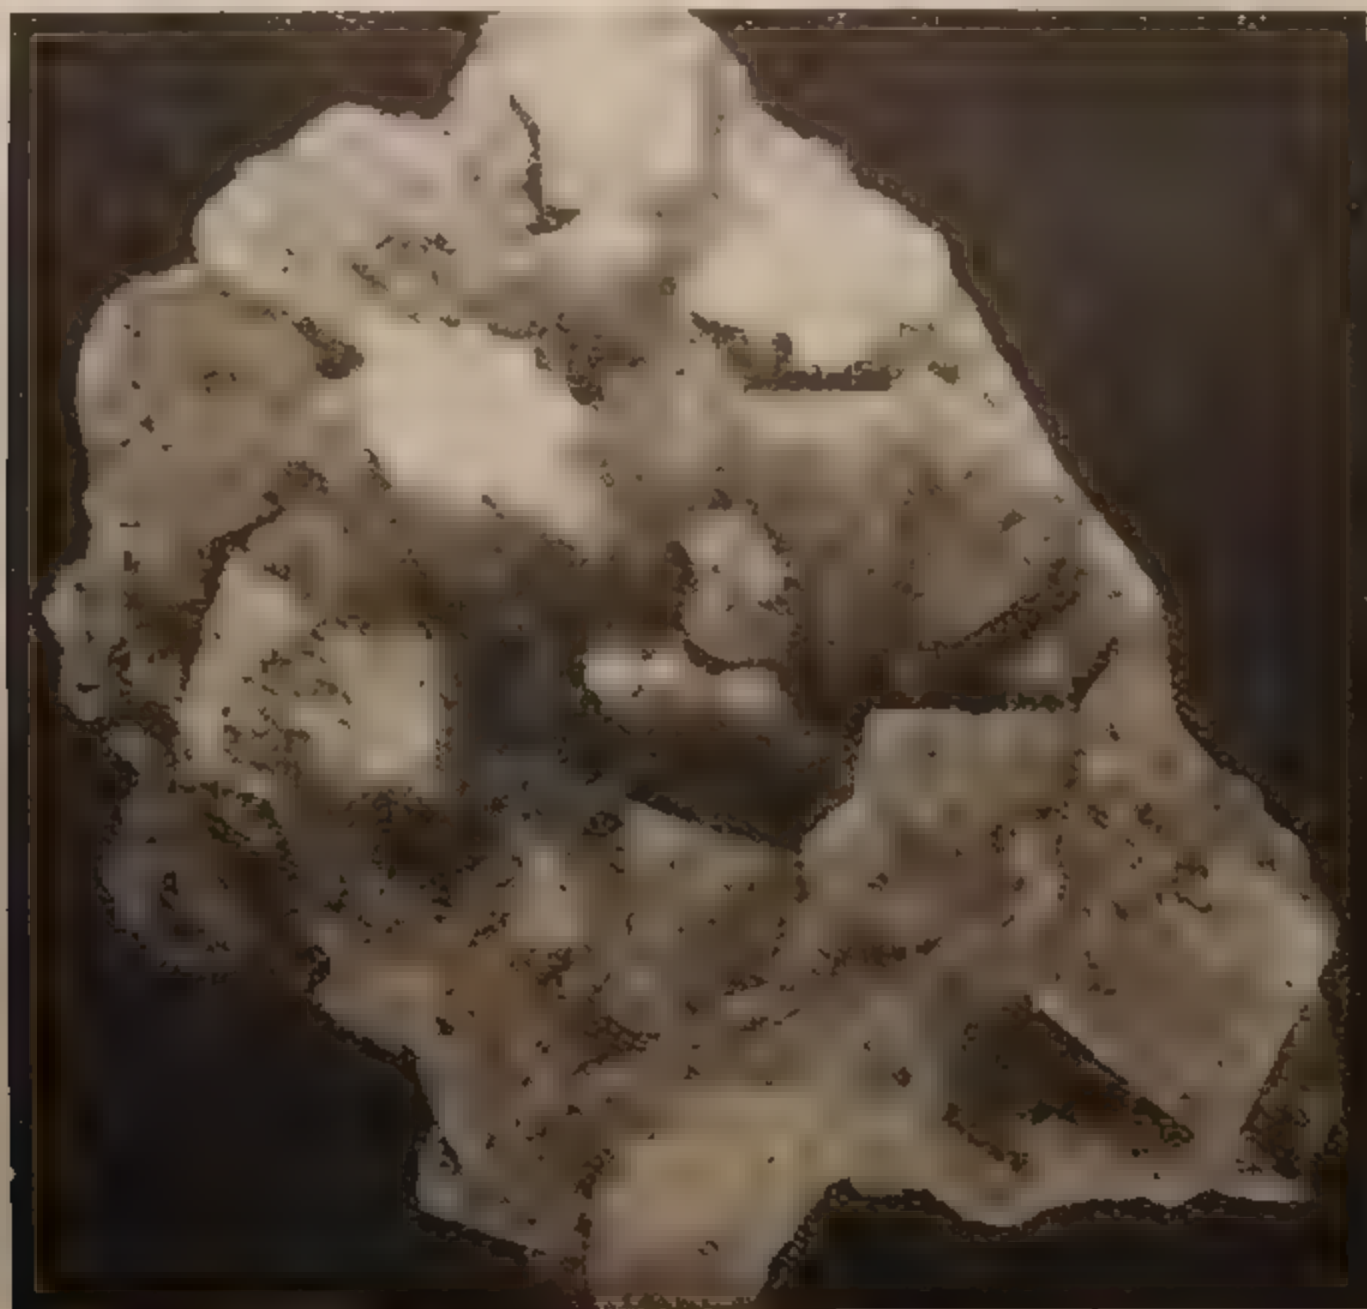

FIG. 138. - Dolomite in cristalli romboedri.
**Dolomite.** — *Carbonato di calcio e magnesio*  $\text{CaMg}(\text{CO}_3)_2$ . Sistema *trigonale* (fig. 138).